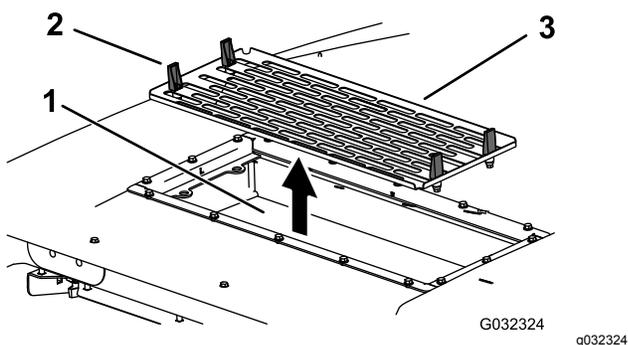

**Figure 117**
- 7. Reposez les filtres à air, la grille et le ventilateur (Figure 116, Figure 117 et Figure 118).
- 8. Rebranchez le câble de chaque ventilateur (Figure 117).